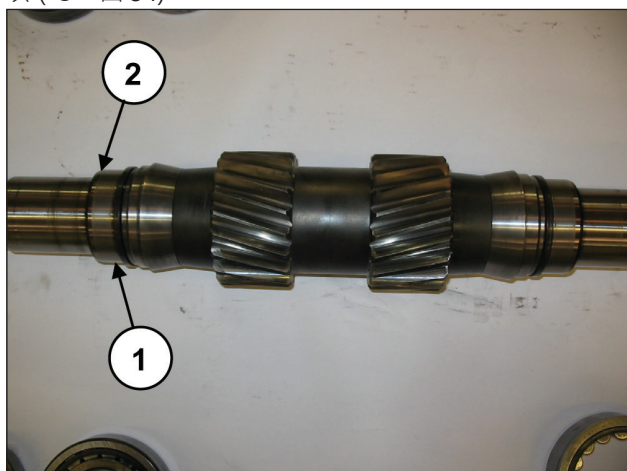

图 34
从动力输出轴取出轴承内环 (①, 图 34) 和两个内轴承定距块 (②, 图 34)。